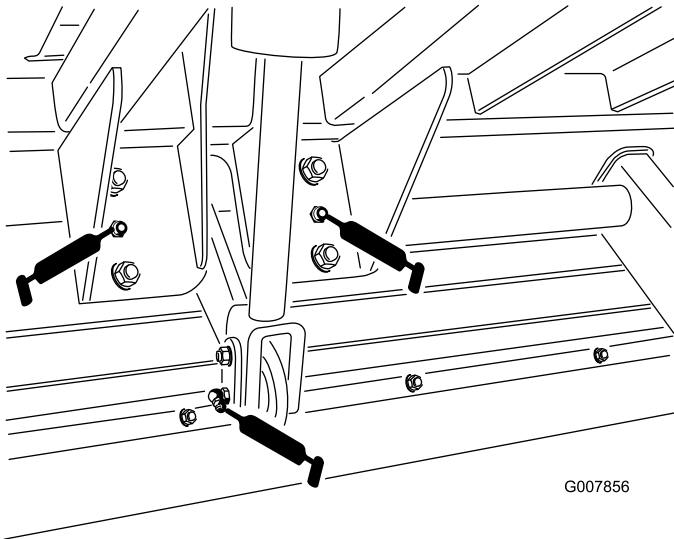
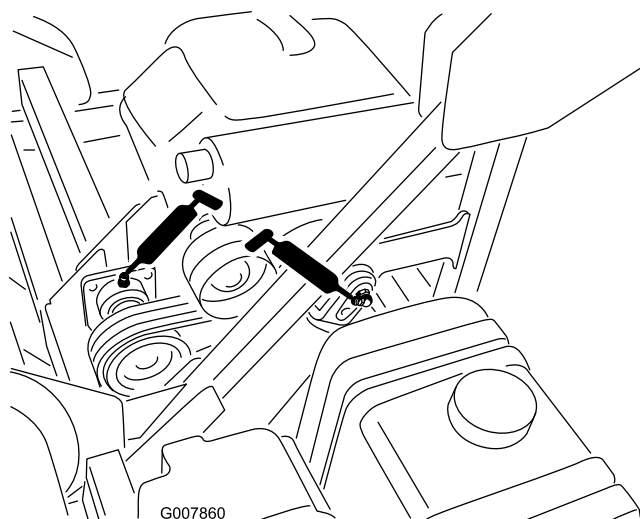

Figure 39
Figure 42
- Vérin de levage x 2 (Figure 39 et Figure 42)
- Essieu de levage x 2 (Figure 39)
- Arbre intermédiaire x 2 (Figure 42)